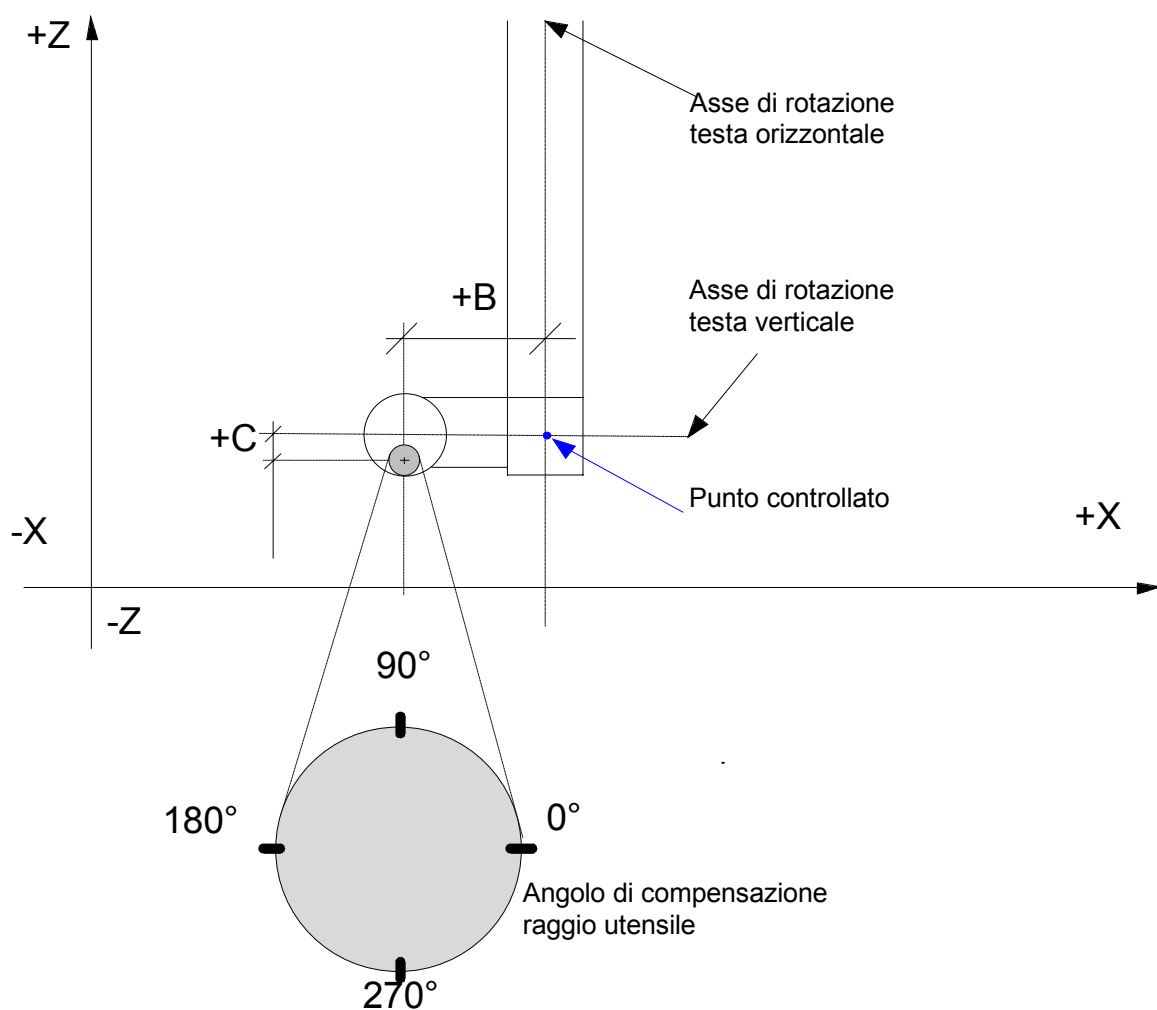

Fig. 2.1 Vista Frontale
La valutazione dei parametri di configurazione deve essere fatta dopo avere posizionato la testa seguendo le indicazioni angolari illustrate nelle figure 2.1, 2.2, 2.3.
- m angolo sotteso tra il centro utensile ed il punto di contatto dell'utensile con il pezzo (coincidente con il parametro T.U. 400). - vedere figure 2.1, 2.5 e 2.6.